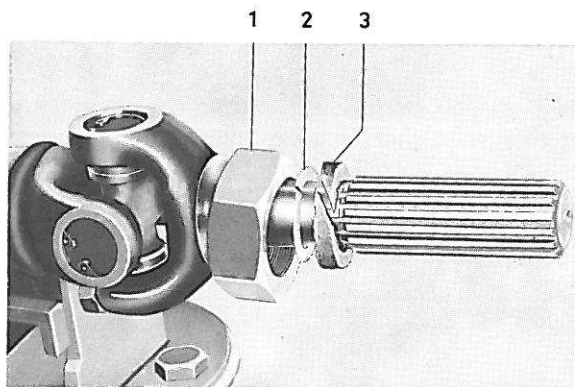

Figure 19. Contre-écrou pour roulement de butée, ancien modèle
- Poser l'écrou, la rondelle et le joint de feutre sur l'arbre cannelé, s'il s'agit d'un écrou appartenant au type représenté sur la figure 19. S'il s'agit du type muni d'un soufflet caoutchouc, il peut être vissé directement sur le cardan avant. Ne pas oublier la rondelle de verrouillage. Mettre aux surfaces de glissement de l'arbre cannelé une mince couche de graisse au bisulfure de molybdène. Réassembler les cardans avant et arrière. Lors du remontage, il convient de veiller à ce que la fourche sur le cardan avant et celle sur l'arbre cannelé se trouvent dans le même plan, (voir 5, figure 3).